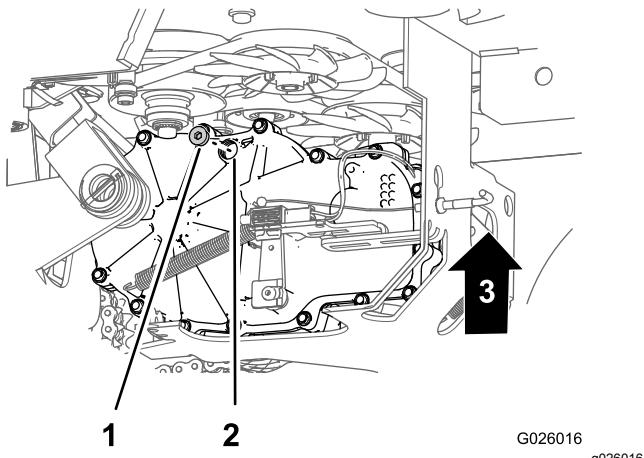

Figure 67
2. Placez un bac de vidange sous les bouchons de contrôle des transmissions (Figure 66 et Figure 67).
3. Sur le côté intérieur de la transmission, près du sommet, enlevez le bouchon de contrôle de l'une des transmissions (Figure 66 et Figure 67).